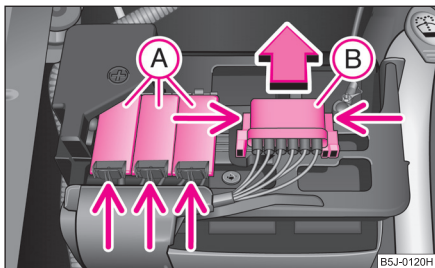

Abb. 196 Batterie: Sicherungsdeckel
- Drücken Sie auf die Verrastungen der Sicherungsabdeckungen (A) ⇒ Abb. 196 und klappen Sie die Abdeckungen auf.
- Drücken Sie die Verrastungen der Sicherungsabdeckung (B) gleichzeitig zusammen und schieben Sie die Abdeckung in Pfeilrichtung heraus.
- Einige Fahrzeuge sind nur mit der Abdeckung (B) ausgestattet ⇒ Abb. 196. ■